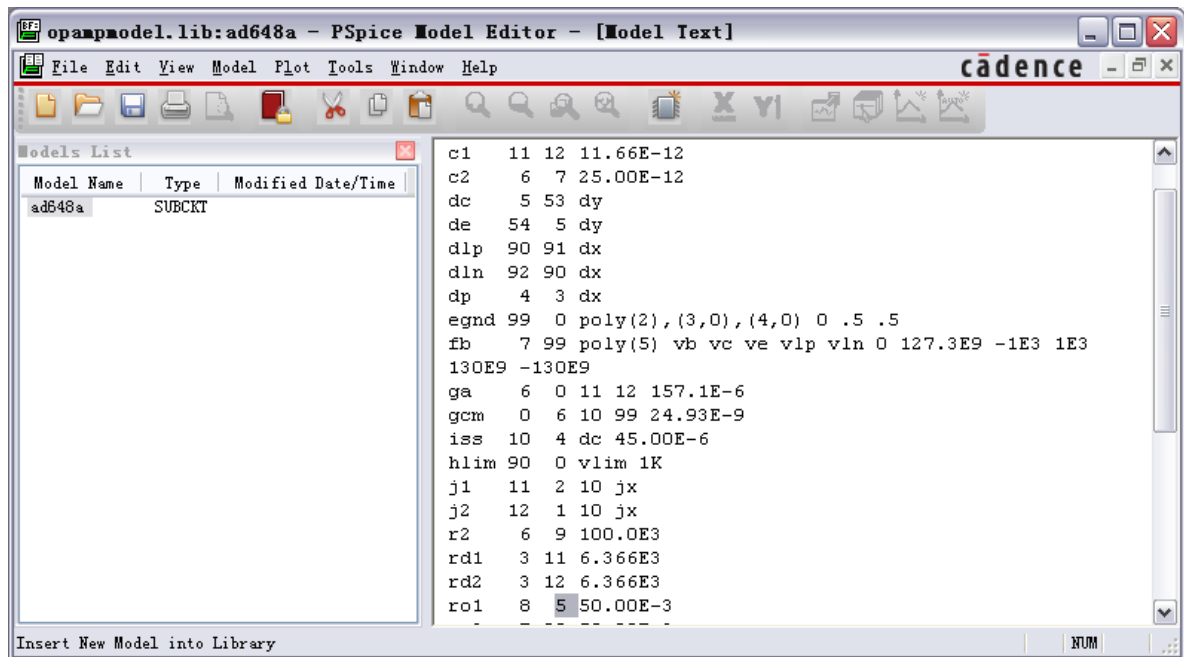

图 22 库文件
1、如图 22 所示使用 model editor 打开一个 .lib 的库文件，